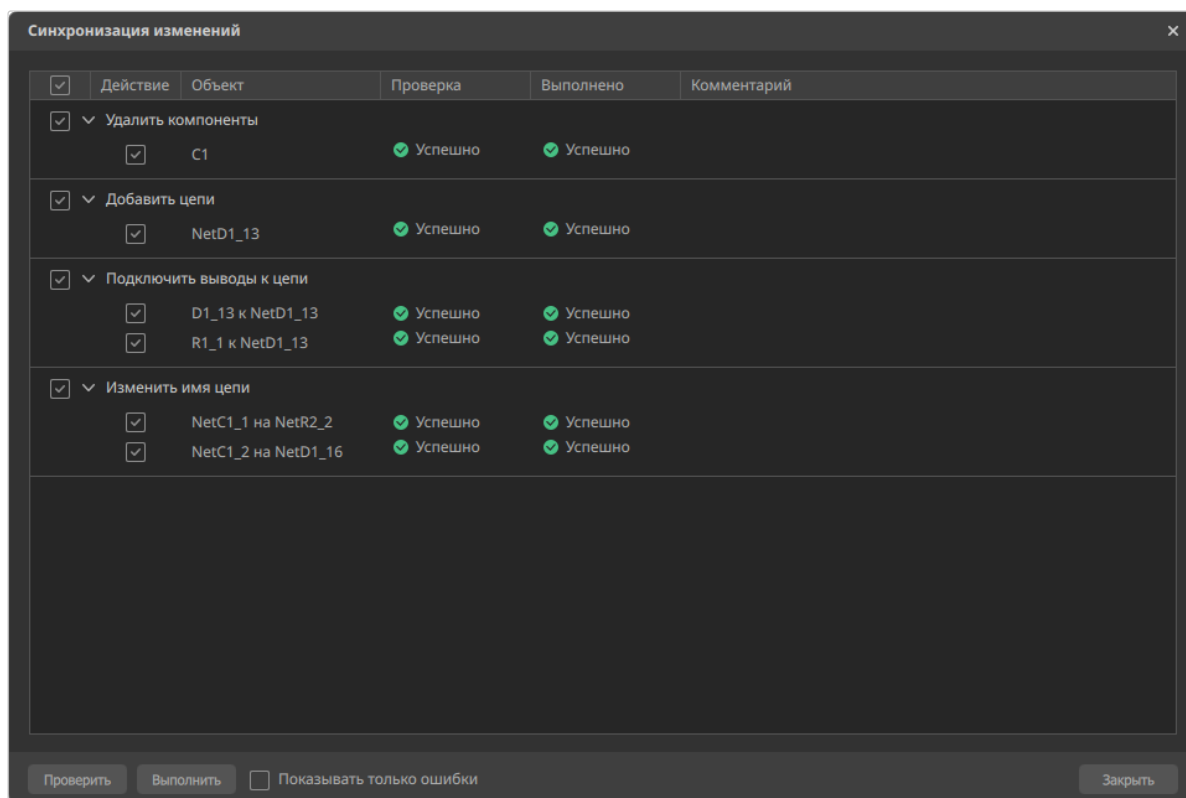

Рисунок 152. Статус выполнения в окне «Синхронизация изменений»
- 6) После исправления всех ошибок нажать на кнопку «Выполнить». В столбце «Выполнено» отобразится состояние всех отмеченных действий (см. рисунок 152).